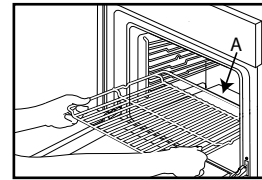

Рис. 1
1. Вставьте решетку горизонтально, располагая ее выступом "А" вверх (Рис. 1).